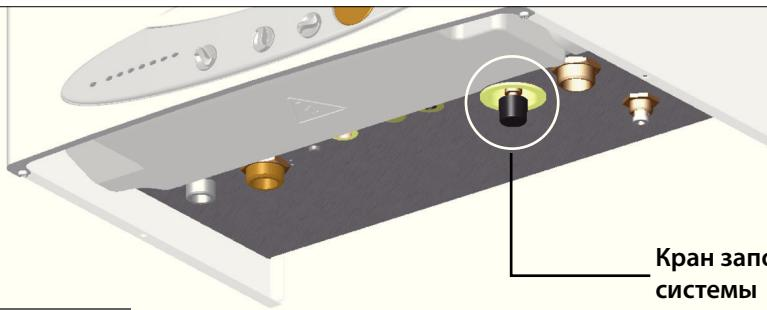

рис. 3 - Кран заполнения системы
Если зажигается световой индикатор **6** (красный) – это сигнализирует о недостатке воды, циркулирующей в системе (срабатывает предохранительное реле потока). Необходимо увеличить количество воды, циркулирующей в системе, с помощью крана заполнения системы **A** (рис. 3): на охлажденном котле значение давления воды должно составлять 1-1,3 бар.
- открутить кран заполнения системы (рис. 3) движением против часовой стрелки, для открытия поступления воды в котел;